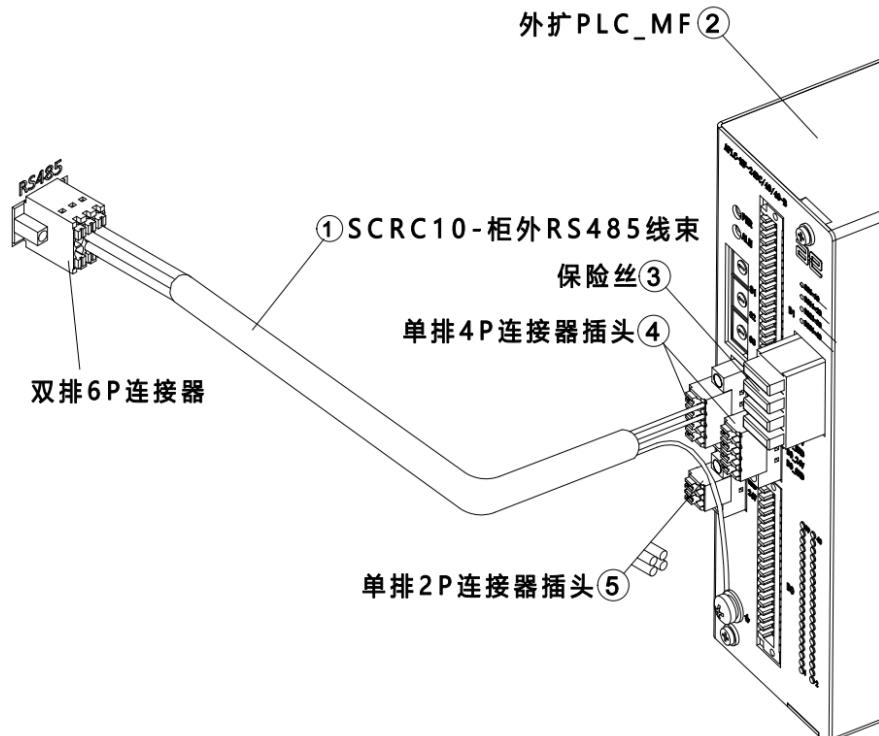

图 20-1 连接外扩 PLC_MF
步骤1. 将① SCRC10-柜外 RS485 线束带有双排 6P 连接器的一端接在柜体上的 RS485 接口，将① SCRC10-柜外 RS485 线束的另一端连接到② 外扩 PLC_MF 上，屏蔽层连接到接地处，另外两个信号线分别连接到对应于 X1 的“+”、“-”，参考图 20-1。